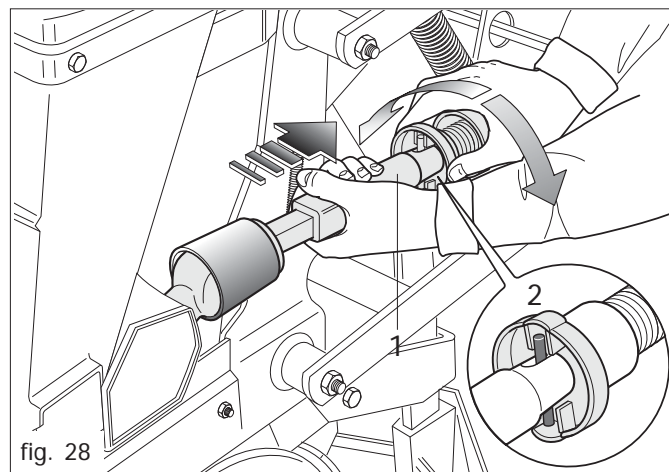

fig. 28
Disinserire quindi l'albero di trasmissione del seminatore (Fig. 28) come segue:
- Spingere e mantenere premuto il manicotto (1 Fig. 28) nel senso indicato dalla freccia, premere in avanti e nello stesso tempo ruotare la ghiera (2 Fig. 28) fino a liberarla dalla spina in ferro;
- Tirare indietro, a fine corsa, il manicotto (1 Fig. 28).